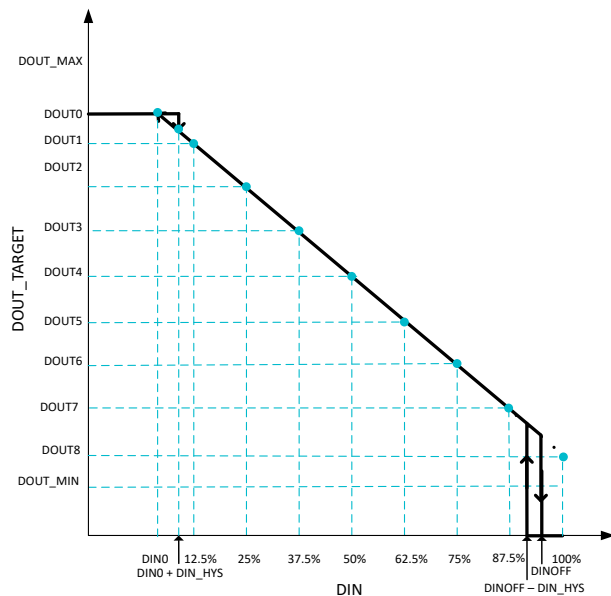
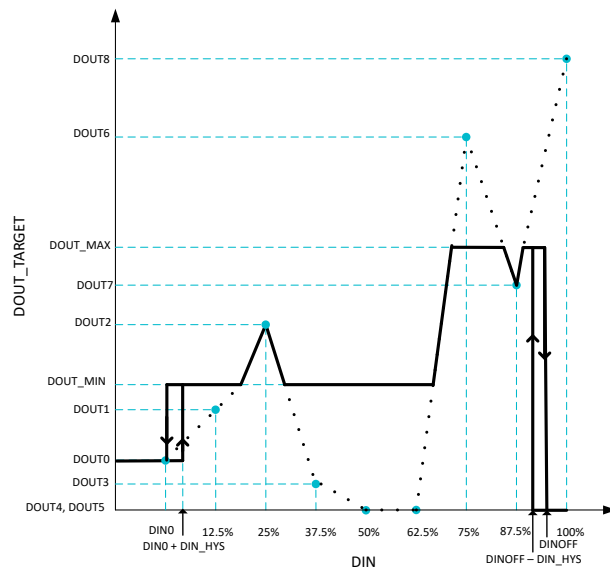

图 6-4. 占空比曲线 — 负斜率
图 6-5. 占空比曲线 — 混合斜率
- **DOUTx** : DOUTx 在输入占空比的固定间隔处设置输出占空比。DOUT1 设置在 $DIN = 12.5\%$ 时的目标输出占空比, DOUT2 设置在 $DIN = 25\%$ 时的目标输出占空比, 依此类推, 直至 DOUT8 设置在 $DIN = 100\%$ 时的目标输出占空比。DOUTx 可用于配置正斜率占空比曲线, 如占空比曲线所示。DOUTx 也可用于配置负斜率, 如图 6-4 中所示。DOUTx 也可用于配置混合斜率 (正、负和零斜率) 占空比曲线, 如图 6-5 所示。